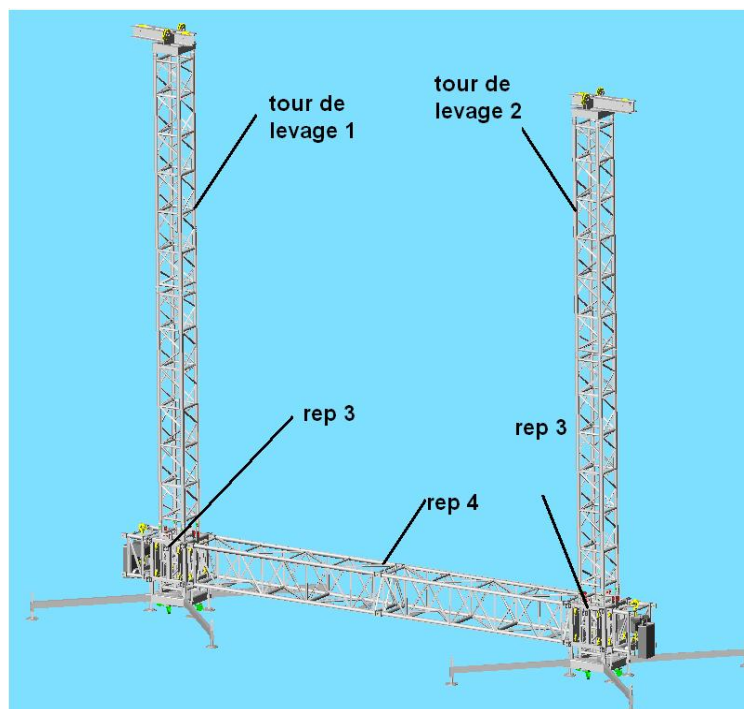
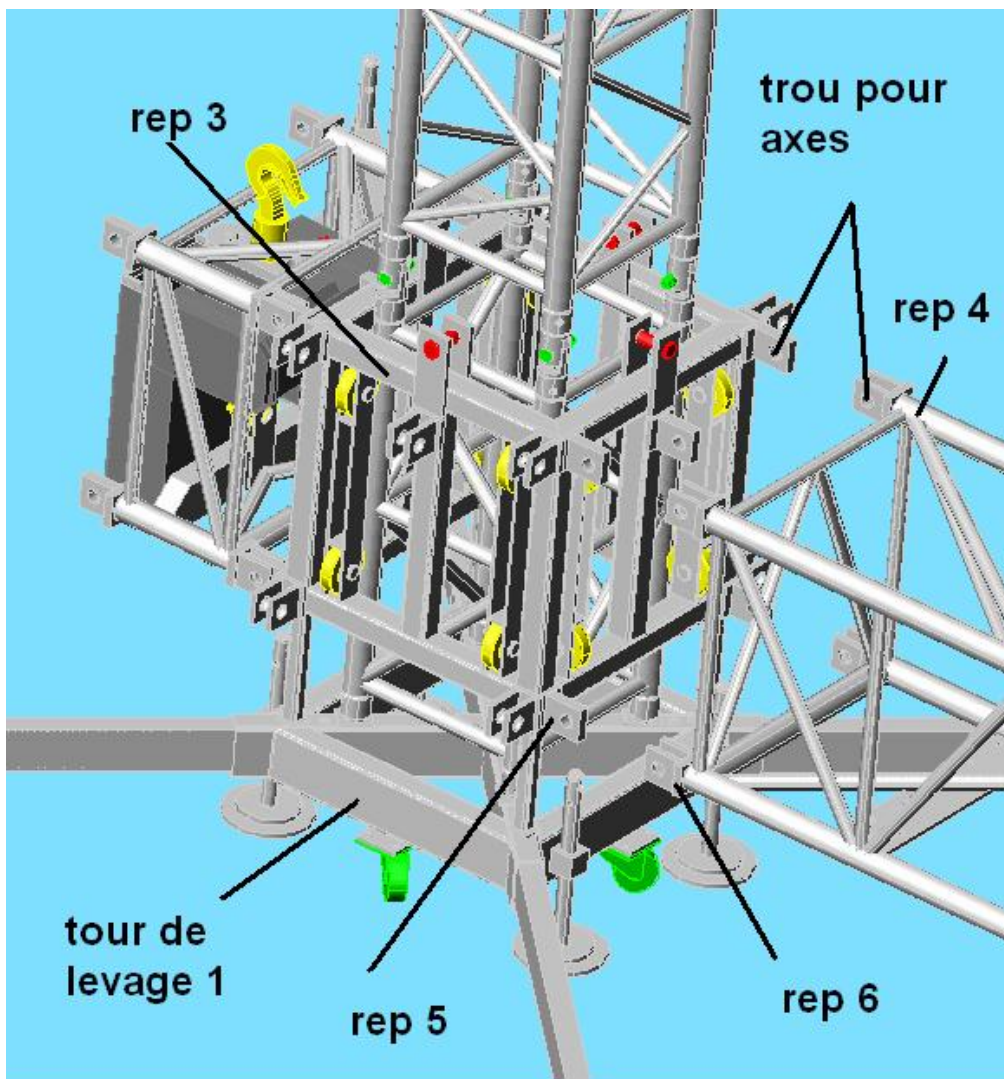

fig.2
fig.3
- b) Positionner le linéaire (rep 4) au même niveau que les chariots élévateurs (rep 3) (fig.2), de sorte à pouvoir assembler les manchons mâles (rep 5) des chariots et les manchons femelles (rep 6) du linéaire (fig.3)
- c) Verrouiller les chapes mâles (rep 5) des chariots élévateurs (rep 3) avec les chapes femelles (rep 6) du linéaire (rep 4) à l'aide d'axes en les plaçant dans les trous prévus à cet effet (fig.3).